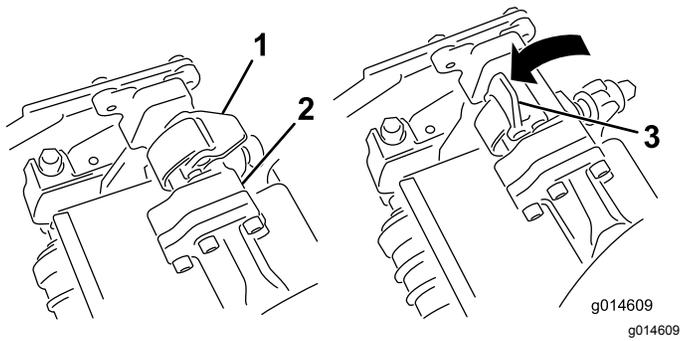

Figure 52
4. Les verrous de la barre de bras de suspension étant orientés en haut (c.-à-d. ouverts) (Figure 52), poussez le bras de suspension vers le bas pour que la barre s'engage sur la barre transversale au sommet de l'unité de coupe (Figure 53).
5. Fermez les verrous autour de la barre de l'unité de coupe et bloquez-les en place (Figure 52).
5. Ouvrez les verrous sur la barre du bras de suspension appartenant à l'unité de coupe que vous voulez déposer (Figure 52).